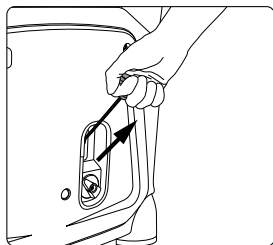

рис. 23
Медленно потяните ручку стартера (17) (рис. 23) до тех пор, пока не почувствуете сопротивления. Это «точка сжатия». Верните ручку в начальное положение и затем резко потяните. Не вытягивайте шнур на полную длину. Когда двигатель заведется, дайте ручке стартера вернуться в начальное положение, плавно, не отбрасывая рукоятку, опустите руку, позволив шнуру вновь вернуться в барабан.